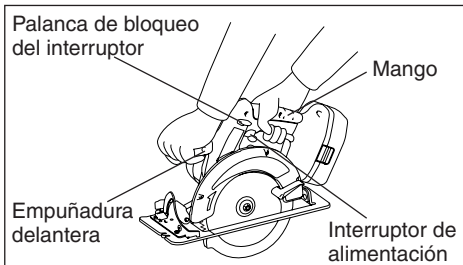

Fig. 4
Sujete la sierra para madera con ambas manos (Consulte la Fig. 4). No intente quitar el material cortado cuando la cuchilla esté moviéndose.
- Siempre sujete el asa con una mano y la asidera delantera con la otra (Consulte la Fig. 4). Mantenga el asa firme y presione el interruptor hasta el fondo.